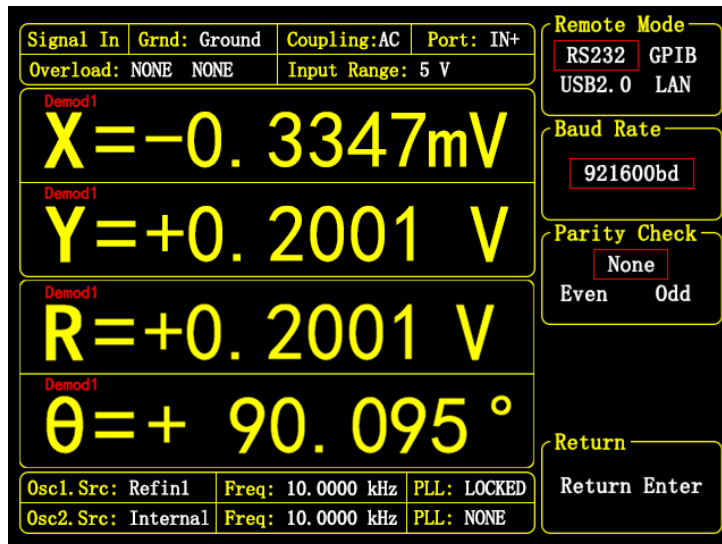

图 73. <Remote> 子菜单-<RS232> 选项
选择 <Remote> 二级子菜单进入, 如图73所示。
- <RS232> : RS232 串行通讯接口, 为 DB9 母接口。配置界面如图73所示。